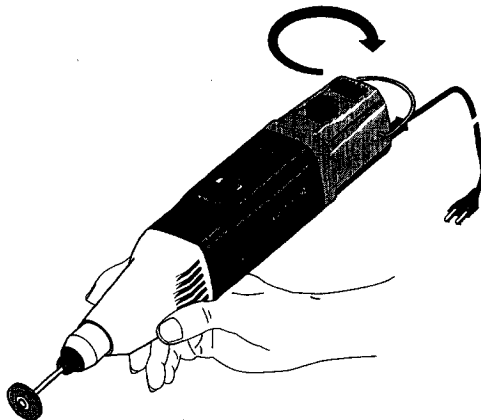

Fig. 3
1. Gerät am Schalter 2 (Fig. 3) einschalten und die der Arbeit entsprechende Drehzahl am Knopf (1) einstellen.
2. Halten Sie das Gerät beim Fräsen oder Gravieren wie einen Kugelschreiber (Fig. 3), dabei die Lüftungsschlitze nicht verdecken.